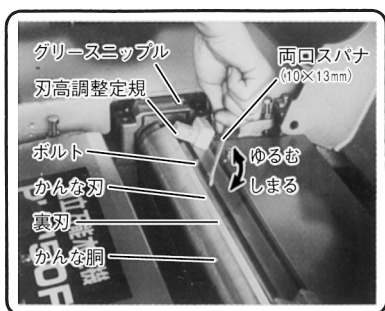

図 27
- (1) かんな胴の溝を上にして固定します。(詳細は、28ページ「かんな刃の取りはずし」の項参照)
- (2) 裏刃をかんな胴に取付け、かんな胴と裏刃の間にかんな刃を入れます。
- (3) かんな刃を入れたら付属の刃高調整定規を図27のようにかんな胴の両端へ取付けます。
- (4) 付属の両口スパナ (10mm) でボルト 8 本を締付けます。